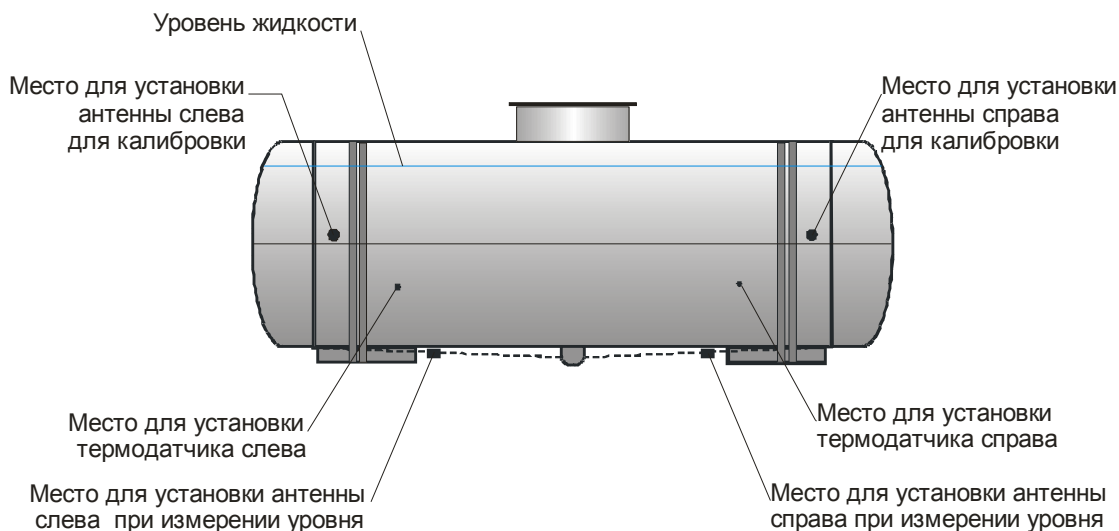

Рис.13
2.3.1.2.2 **При измерениях уровня** на всех железнодорожных цистернах, имеющих в нижней части в районе сливного клапана занижение 30 мм, например, цистерны типов: **25а, 53а, 61 ... 63, 66, 67, 71** следует **добавлять 15 мм** к результату измерений уровня для рекомендуемого места измерения (см. рис. 13) т.к. в указанной точке измеренный уровень жидкости будет примерно на 15 мм меньше, чем в районе сливного клапана, где производится измерение уровня налива метрштоком.
а) Преобразователь ПТ рекомендуется устанавливать на стенку резервуара с **теневого** стороны. Преобразователь ПТ должен устанавливаться с той же стороны, что и преобразователь ПА при калибровке (см. рис. 13).